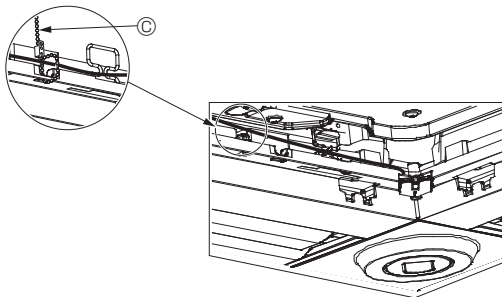

Fig. 10-12
- Zeker de bedrading van de i-See-sensor en signaalontvanger op het paneel met de clip zoals aangegeven in de tekening, zodat er geen speling in de bedrading zit en snij vervolgens het overtollige eind van de clip af. (Fig. 10-12)
- Als de positie van de i-See-sensor is gewijzigd van de positie "o" (E) naar de positie "□" (F), wijzig dan de functie-instellingen. (Zie pagina 74.)